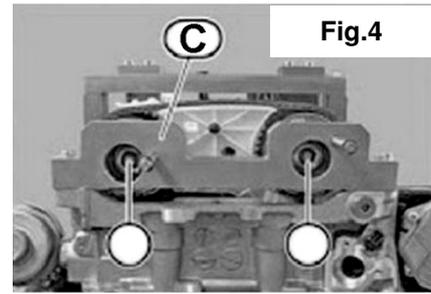

Fig.4
4. Das Werkzeug (C) mit Schrauben befestigen (Abb.4).
4. Fit the tool (C) - (Fig.4) and bolt into position.